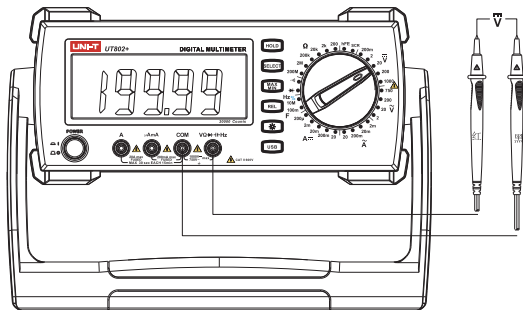

图 1. 直流电压测量
- 2) 将仪表的旋转开关转到200mV/2V/20V/200V/1000V档位，如图 1, 将表笔并联待测电源或负载上。